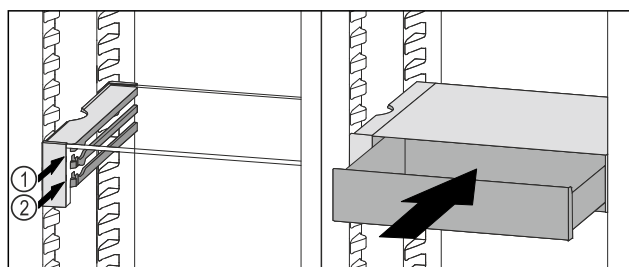

Fig. 66
- ▶ Nasaďte zásuvku VarioSafe za zarážky na požadovaném žebře Fig. 66 (1) nebo Fig. 66 (2).